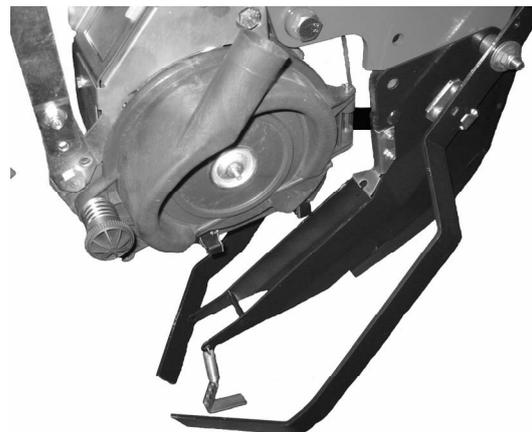

Рис. 17
- 3) Снимите кронштейн пружины механизма фиксации анкерного сошника с крепёжного болта (рис.17).
- 4) Отведите анкерный сошник от высевающего аппарата вниз (рис.17).